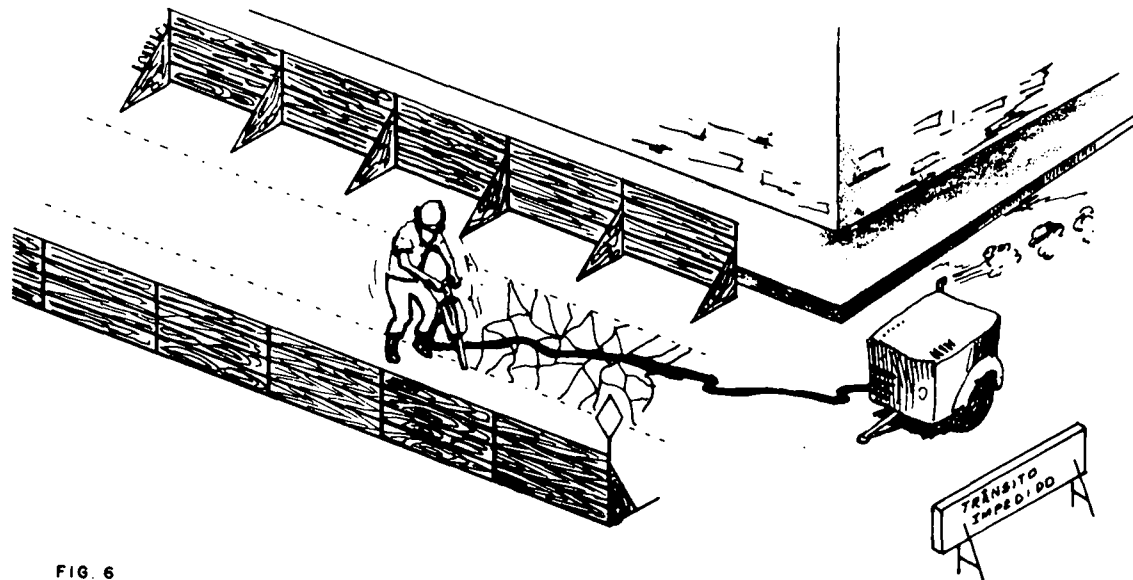

FIG. 6
4.º Passo – Recorte o asfalto formando pequenas placas (fig. 6).